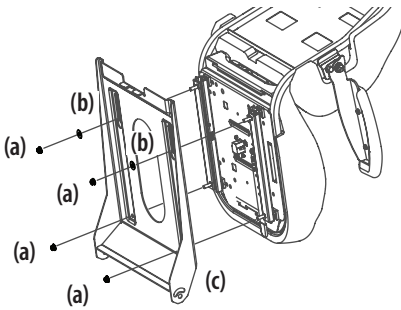

Figura 6
- Para un asiento con ajuste de palanca, use las tuercas de seguridad con brida (a) y las arandelas planas (b). Consulte la Figura 6.